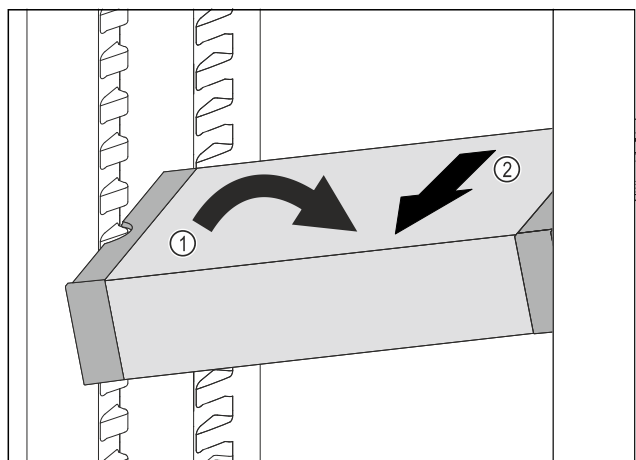

Fig. 100
- ▶ Расположите VarioSafe в холодильном отделении под наклоном. Fig. 100 (1)
- ▶ Извлеките VarioSafe движением вперед. Fig. 100 (2)